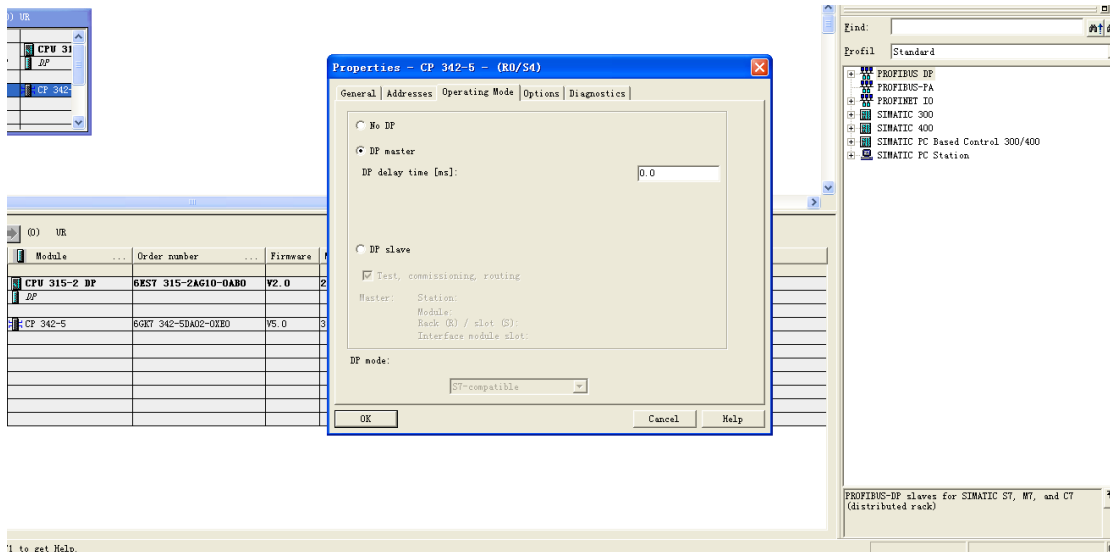
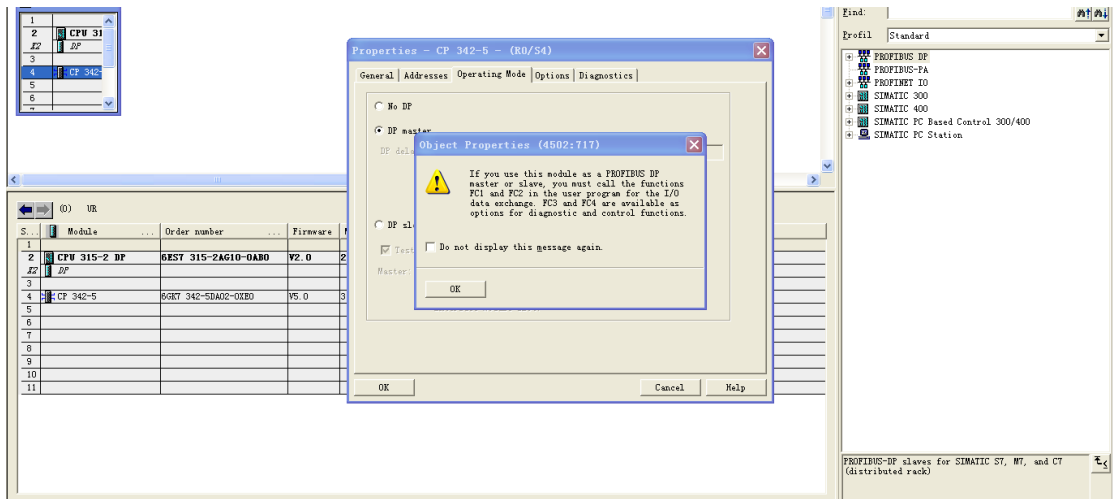

图 3
图 4
5. 双击槽位中的 CP342-5，打开 CP342-5 的属性窗口，在“Operating Mode”标签页下选择“DP master”选项，此时会弹出一个警示窗口，告知您如果要用 CP342-5 作为 PROFIBUS 主站或者从站，必须调用 FC1(DP_SEND)和 FC2(DP_RECV)功能块，实现 CPU 与 CP342-5 之间的数据交换，而 CP342-5 与 PROFIBUS 的数据交换是自动完成的，不用编程。FC3 和 FC4 用于诊断和通讯功能的控制，一般不用调用。如图 3 和图 4。完成此步骤后，在配置窗口中会出现一条 PROFIBUS 总线。